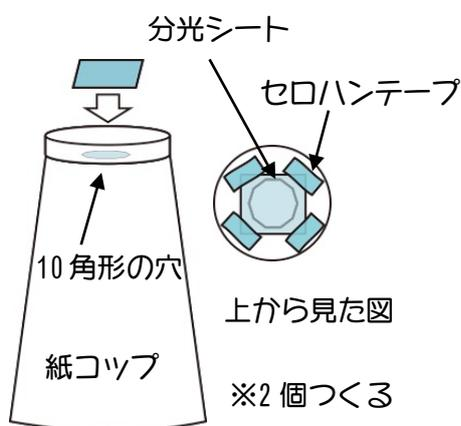

図15 分光シートの貼り付け
3)10角形に切り抜いた紙コップの底にそれぞれ分光シートを外がわから乗せ、セロハンテープではり付けます (図15)。